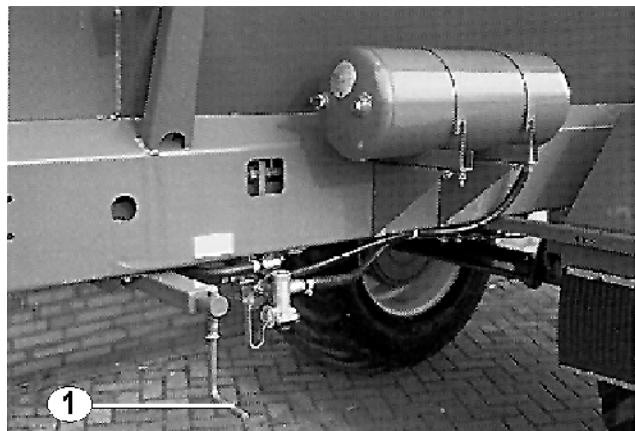

Рис. 16
- Кривошипную рукоятку (Рис. 16), расположенную сбоку на раме, проворачивайте против часовой стрелки до упора.
- Отпустите стояночный тормоз (Рис. 16/1):